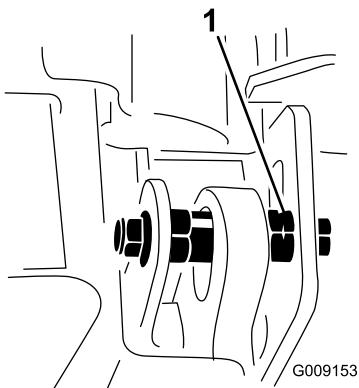

図 8
**注** 偏芯カムの突起部から 180° の位置にノッチが切ってあります **図 8**。偏芯カムでの調整を行う時、この突起部からのノッチが目安になります。